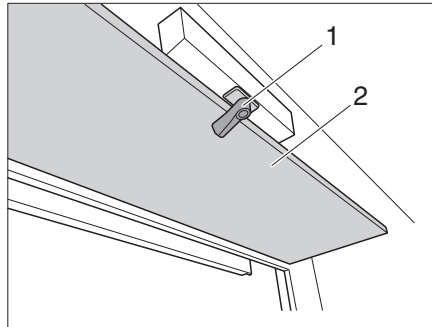

Fig. 147 Clapet pour la manivelle
- Desserrer le verrouillage (Fig. 147, 1) et rabattre le clapet (Fig. 147, 2) vers le bas.